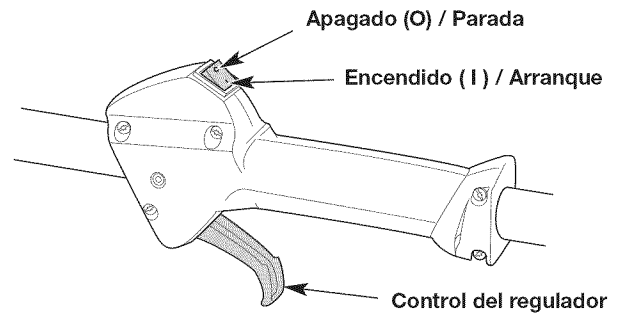

Fig. 8
NOTA: No hay necesidad de encender la unidad. El interruptor de Encendido/Apagado debe estar en la posición ENCENDIDO (I) en todo momento (Fig. 8).
6. Apriete el control del regulador (Fig. 8) y tire de la cuerda **5 veces** con movimiento regulado y firme (Fig. 10).
2. Oprima y no suelte el interruptor de control de Encendido y Apagado en la posición APAGADO (O) hasta que el motor se detenga por completo (Fig. 8).
7. Oprima control del regulador y no lo suelte (Fig. 8). Eche a andar el accesorio Speed Start™ durante 2 segundos.